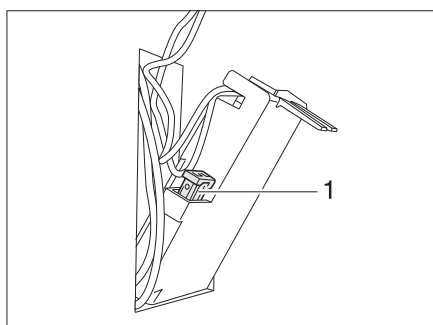

Fig. 318 Fusible des toilettes Thetford
- Changer le fusible (Fig. 318,1).